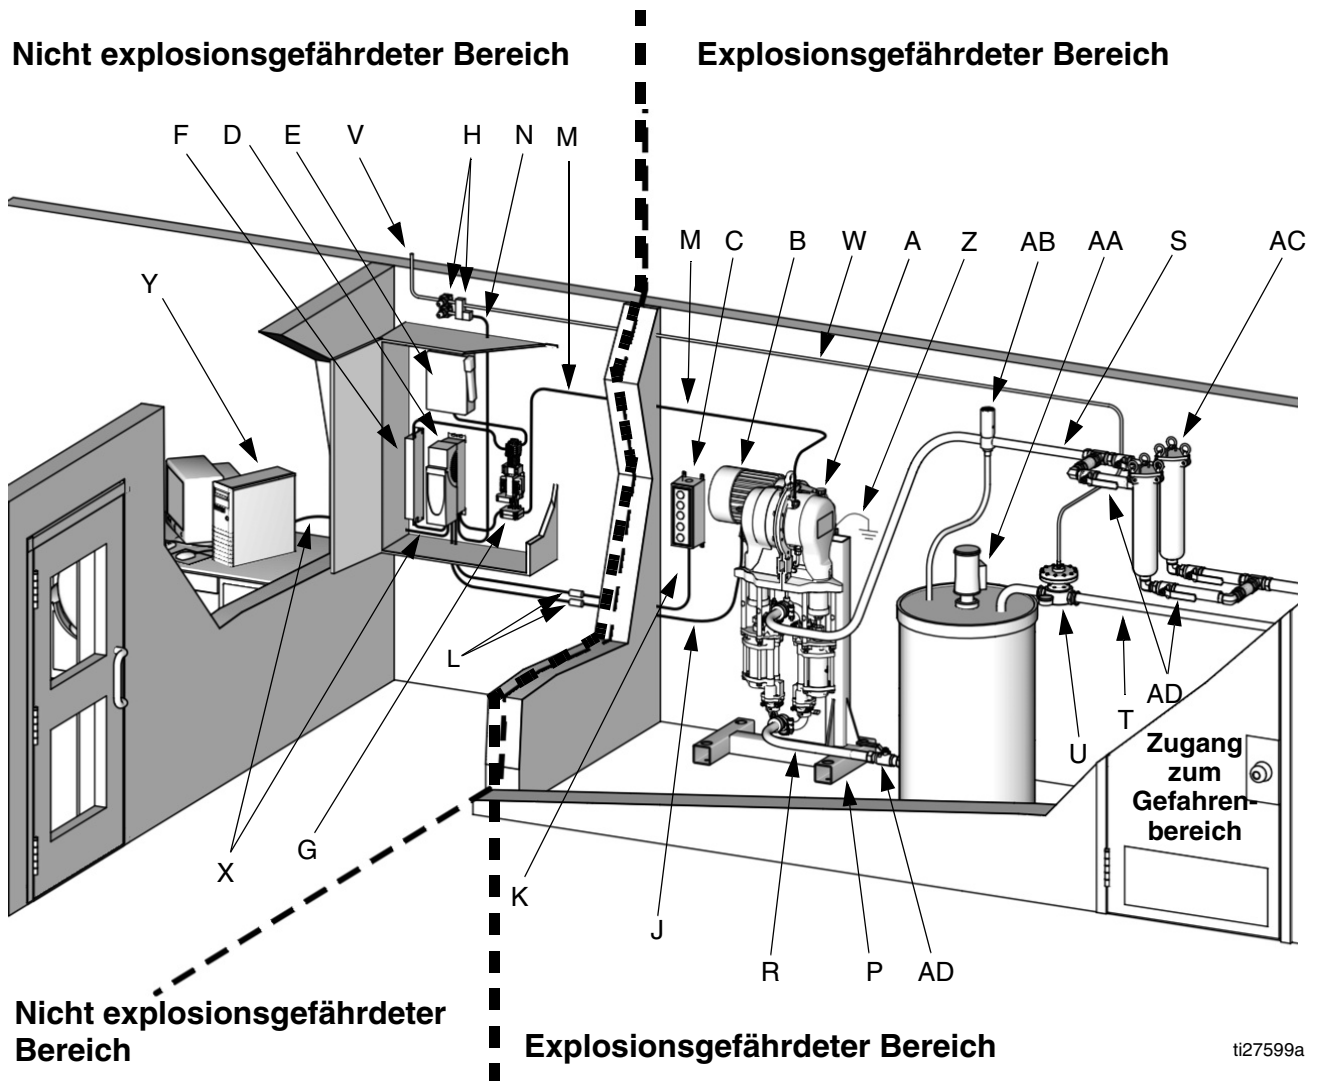

ABB. 3: Typische Installation
ABB. 3 zeigt einen Übersichtsplan eines typischen nordamerikanischen Systems. Die Pumpe (A) kann durch eine im Gefahrenbereich montierte lokale Steuereinheit (C), einen im nicht-gefährdeten Bereich montierten VFD (D) oder extern von einem Computer (Y) gesteuert werden. Siehe Anleitung 311592 für Installationsanweisungen für Pumpe und Zubehör.